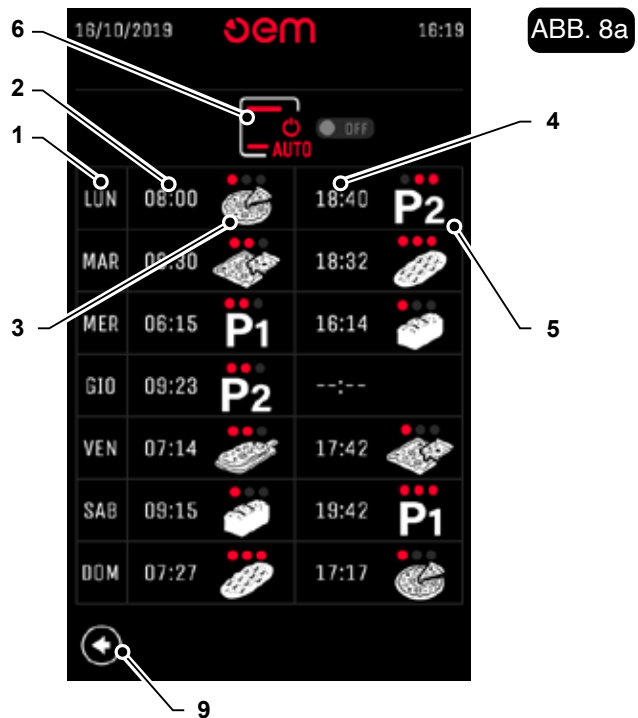

ABB. 8a
Mit diesem Menü könne täglich zwei Einschaltvorgänge im gewünschten Programm (Abb. 8a) gewählt werden.
Um die Bildschirmseite der Selbsteinschaltung zu verlassen, das Icon (9) (Abb. 8a) auswählen.